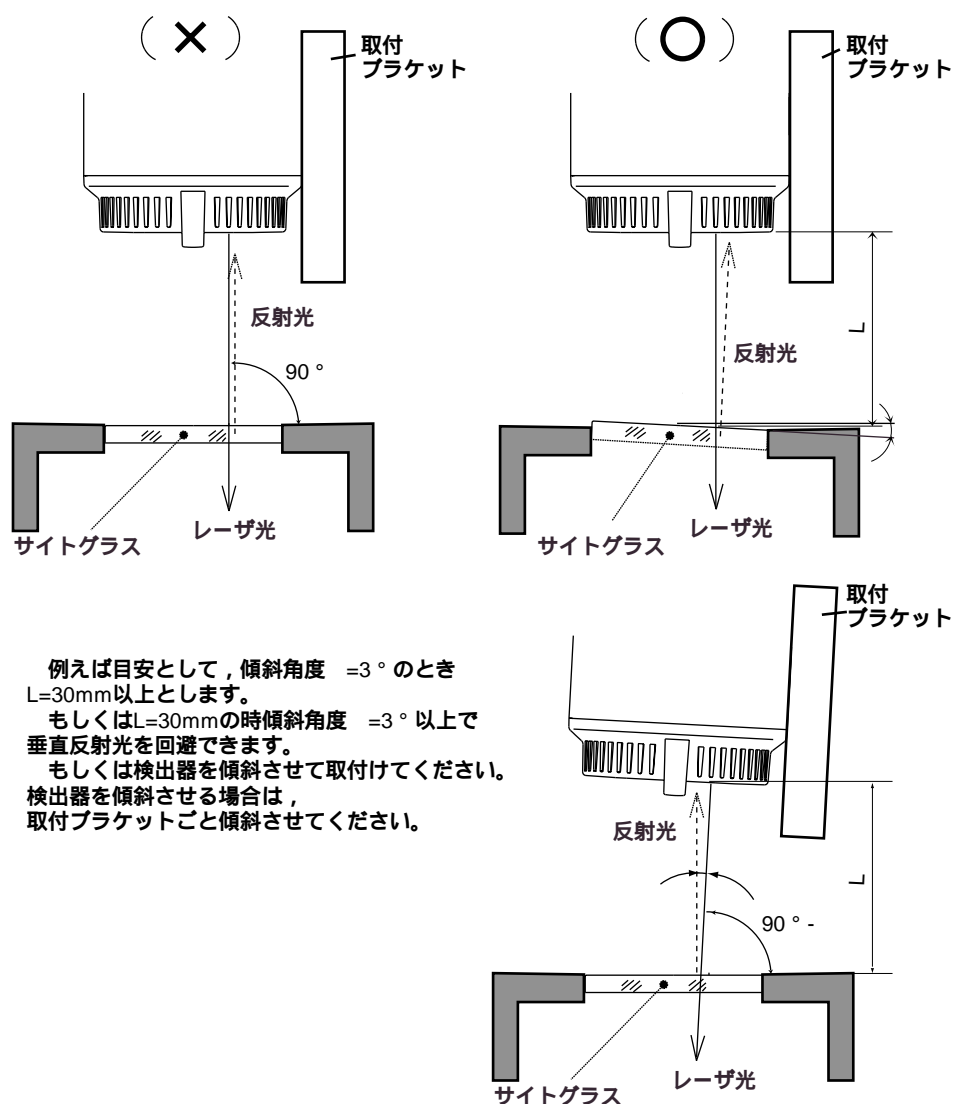

図3.6 サイトグラスからの垂直反射光の回避
- ・ サイトグラスの面にレーザー光が垂直に当たると、その垂直反射光がレーザー光源に戻り、測定不能になることがあります。そのため図3.6に示すような、サイトグラスと検出器の位置関係になるような設置をしてください。なお、本製品のサイトグラス付フランジをご使用の場合は、サイトグラスからの垂直反射光を回避する設計になっています。